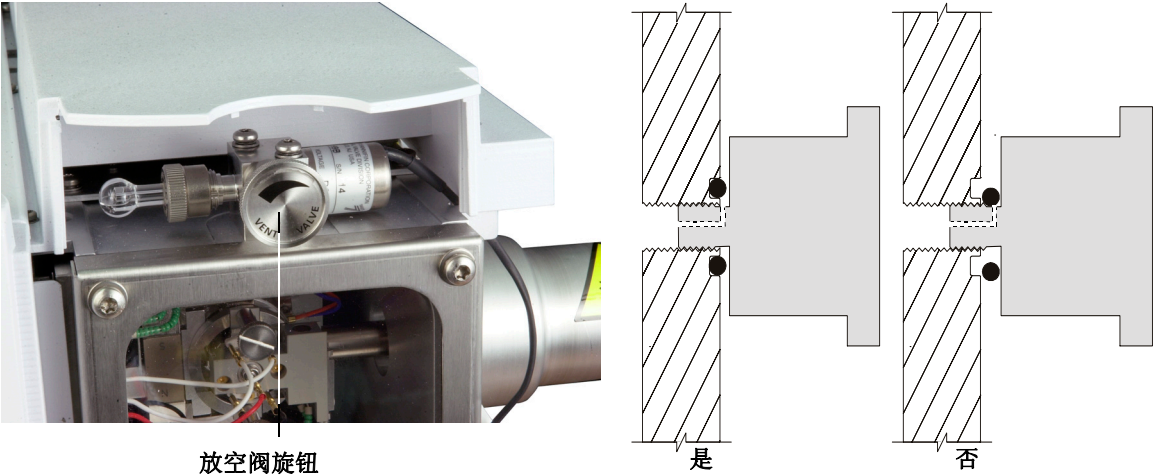

图 20 放空 MSD
- 6 逆时针旋转放空阀旋钮（图 20）仅 3/4 圈，或直到听到空气流入分析器箱时发出的嘶嘶声。